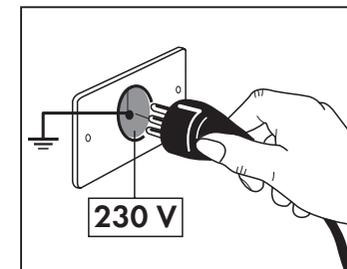

Fig. 1
- Certifique-se sempre de que a rede de alimentação eléctrica (a 230 V - 50/60 Hz) possua um disjuntor de sobrecarga, conforme requisitado pelas normas vigentes (Fig. 1)